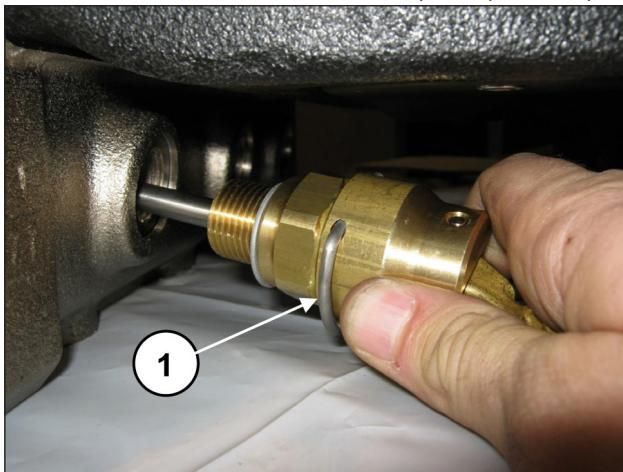
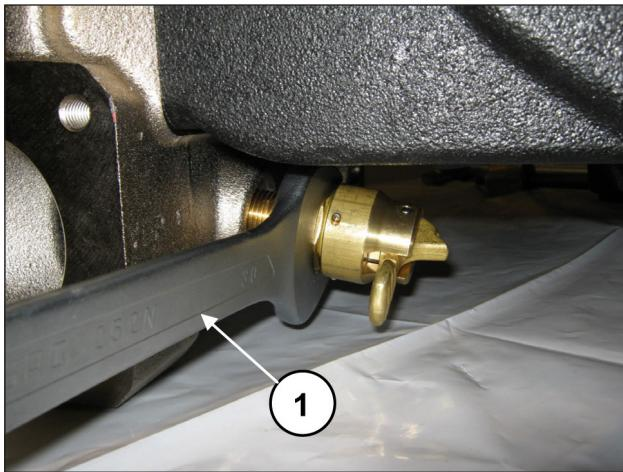

Abb. 166
Abb. 167
Eichen Sie die Schrauben M18x50 und M16x45 der Saug- und Druckventildeckel mit einem Drehmomentschlüssel, wie in Kapitel 3 EICHWERTE FÜR DEN SCHRAUBENANZUG gezeigt. Bringen Sie die Ventilöffner an (Pos. ①, Abb. 166) und drehen Sie diese mit einem 30 mm Schlüssel fest (Pos. ①, Abb. 167).